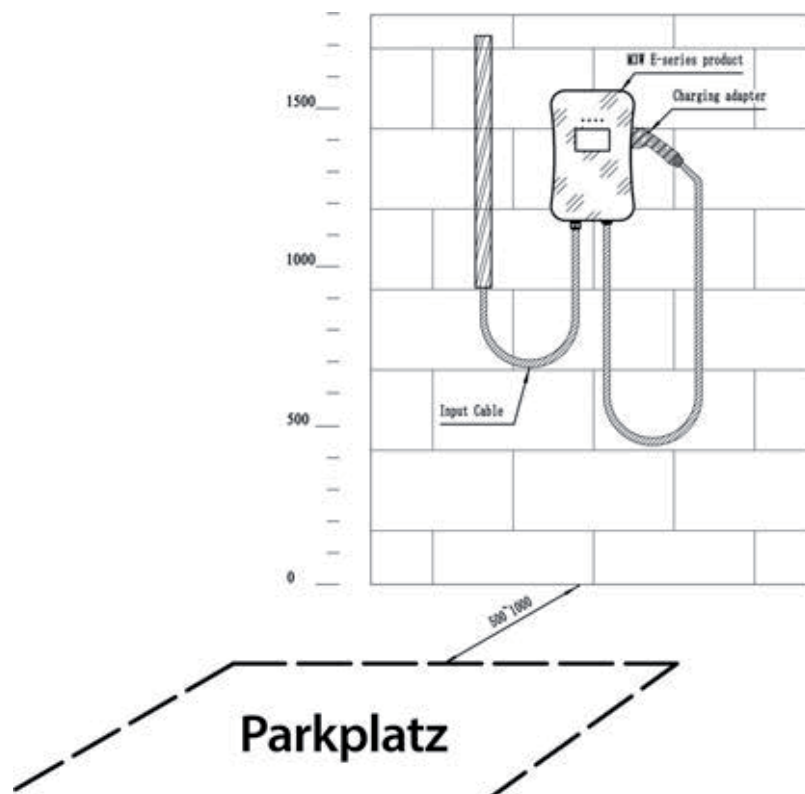

Abb. 4-1 Montieren Sie das Produkt der M3W E-Serie an der Wand
- d) Die Montage des Produkts der M3W E-Serie an der Wand ist in Abb. 4-1 dargestellt.
Klicken Sie auf die Schaltfläche "BESTÄTIGEN" (siehe Abb. 4-1) der APP auf dem Smartphone.